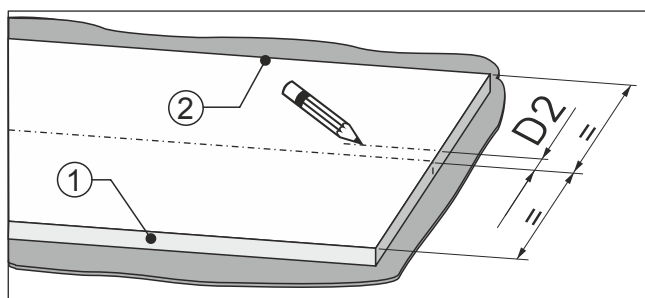

Fig. 92
- Von der Mitte der Möbelfront Maß Fig. 92 (D2) in Richtung Türanschlagseite Fig. 92 (2) abmessen.